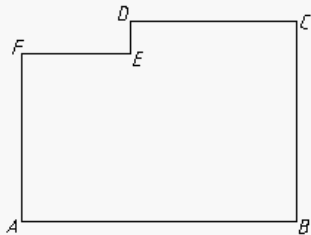

图1-2 画线段 AB 、 BC 等
1. 画线段 AB、BC、CD 等，如图 1-2 所示。
结果如图 1-2 所示。